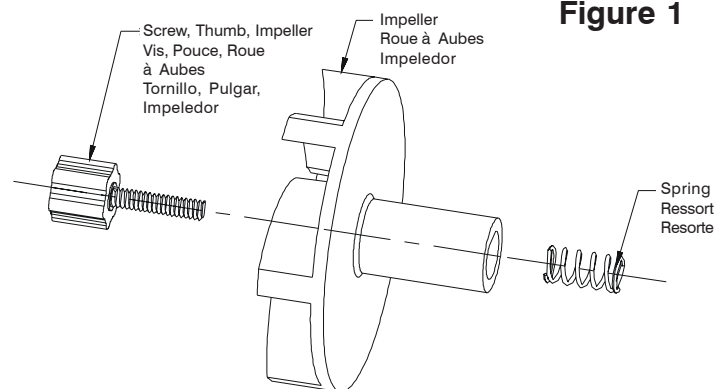

Figure 1
- To clean pump, remove the (6) thumb nuts in base and clean out with warm water and mild soap. Impeller can be removed by simply pushing impeller forward (compressing spring) and removing thumb nut located in the center of impeller (see figure 1).
- Remove (2) motor thumb nuts and washers from pump stand.
- Release pressure on the impeller. The impeller should spring forward so it is no longer resting up against the pump stand. Make sure impeller thumb nut locks into place between raised notches on impeller (see figure 1).
- Apply volute plate and tighten (6) thumb nuts.
8. Pour nettoyer la pompe : enlever les écrous à oreilles (6) situés dans la base et nettoyer avec de l'eau chaude et du savon doux. Pour déposer la turbine, il suffit de la pousser vers l'avant (en comprimant le ressort) et d'enlever l'écrou à oreilles situé au centre de la turbine (voir la figure 1).
- a. Déposer les écrous à oreilles (6) de la plaque de volute. Conserver le joint torique situé à l'intérieur de la volute.
- c. Enlever les écrous à oreilles (2) du moteur et les rondelles du support de pompe.
- f. Relâcher la pression sur la turbine. La turbine doit remonter vers l'avant pour s'éloigner du support de pompe. S'assurer que l'écrou à oreilles de la turbine se verrouille en place entre les encoches surélevées de la turbine (voir la figure 1).
- i. Appliquer la plaque de volute et serrer les écrous à oreilles (6).